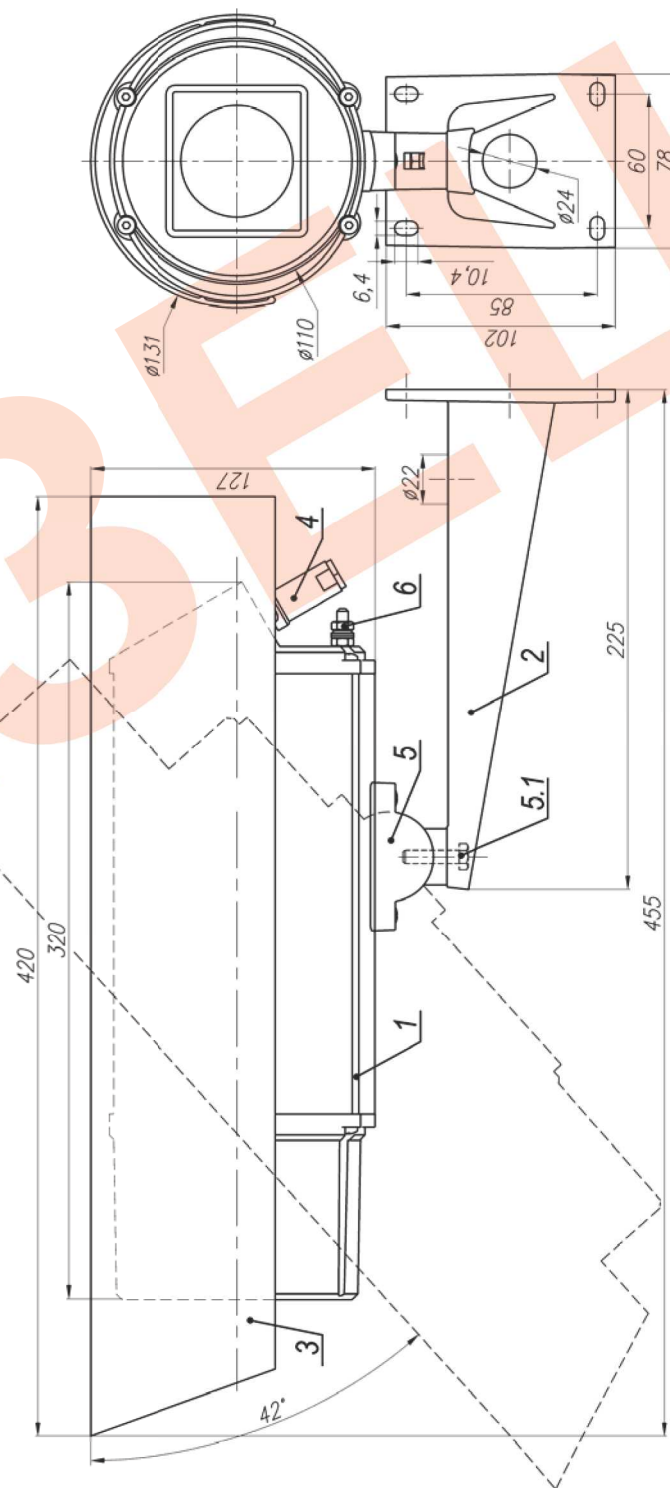

Рис.1 Габаритные и установочные размеры ТВК-90 IP
3. Ослабив болт фиксации шарнира (поз.5.1 рис.1), установить гермобокс на нужное направление обзора, после чего надежно зафиксировать шарнир затянув болт.
4. Заземлить гермобокс с помощью болта заземления (поз.6 рис.1).
Состав изделия: (см. рис.1)